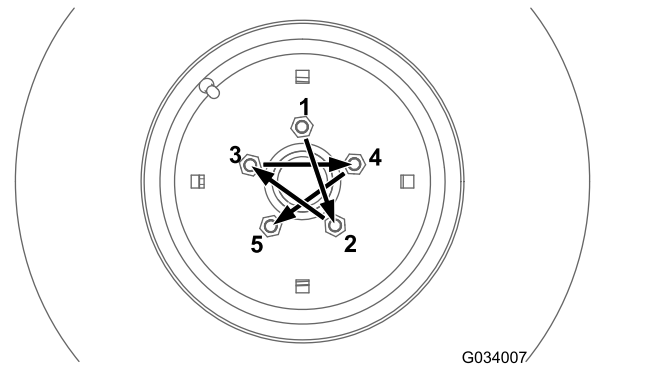

Figura 65
Apriete las tuercas de las ruedas delanteras y traseras (máquinas con tracción a 4 ruedas solamente) al par especificado siguiendo el patrón ilustrado en la Figura 65 y la Figura 66.
- Ruedas delanteras: consulte Figura 65